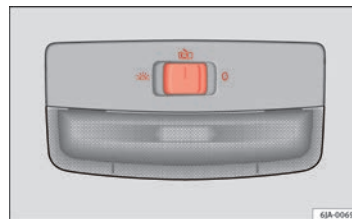

Abb. 61 Innenbeleuchtung – Ausführung 2 ▶
- Drehen Sie den Lichtschalter in die Position ☞ ⇒ Abb. 61.